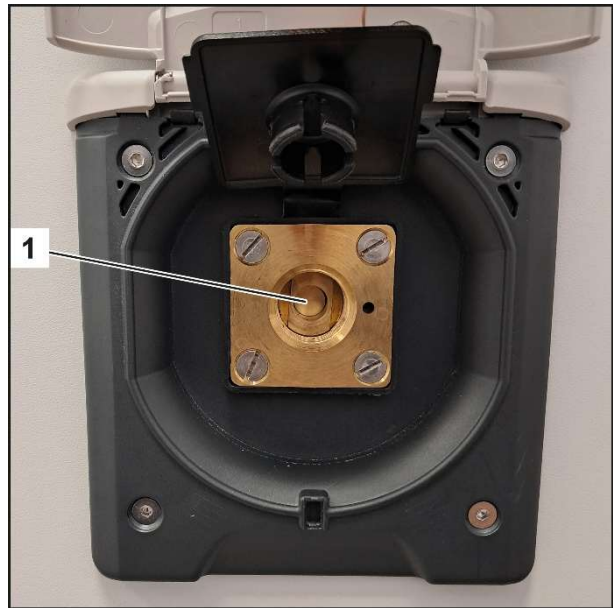

Fig. 14
8. Quite el adaptador del recipiente (Fig. 13/1) de la conexión de llenado (Fig. 14/1).